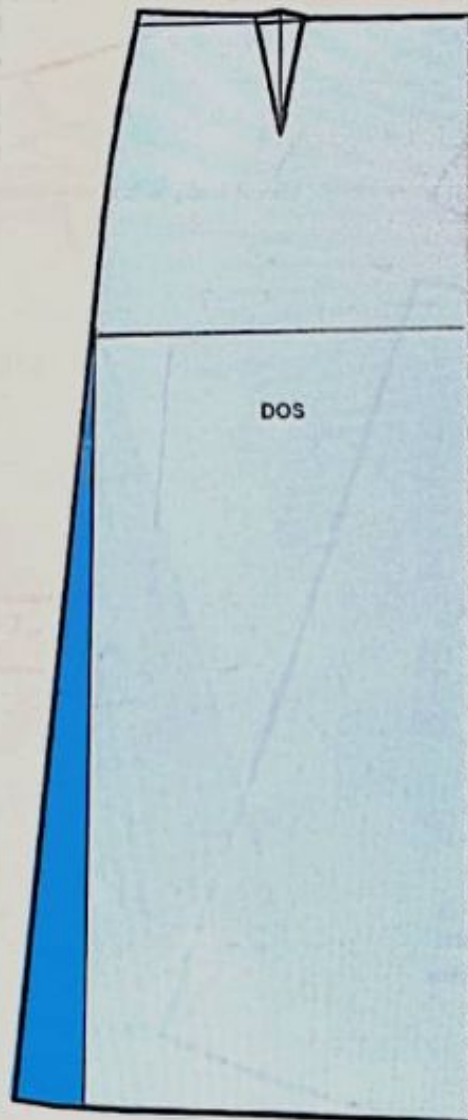

FIG. 1
- Délimitez la longueur totale et évasez légèrement le bas de 2 à 3 cm (fig.1).